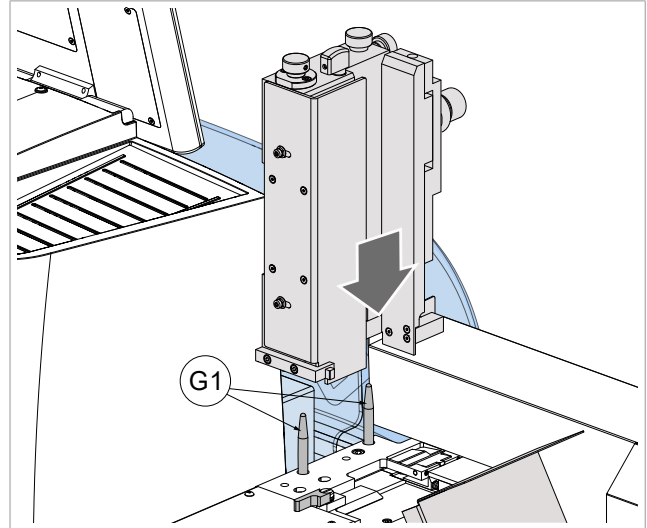

Bild 37
- 3) Das Top-Magazin einsetzen, indem die entsprechenden Stifte (G1) zentriert werden (Bild 37).